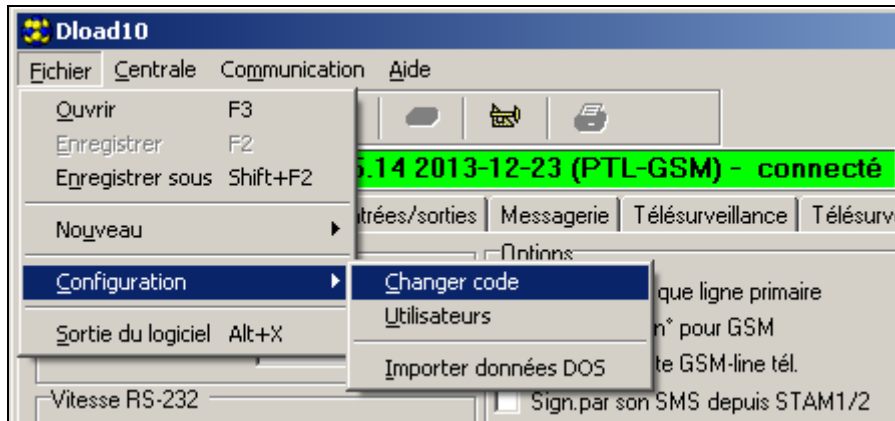

Fig. 16. Fonctions d'accès au programme DLOAD10.
1. Dans le menu « Fichier », sélectionner « Configuration », ensuite « Changer code » (voir : fig. 16).
Le programme permet d'obtenir l'accès sur la base de codes supplémentaires pouvant être programmés et pour lesquels le niveau d'autorisations peut être défini (dans le menu « Fichier », sélectionner « Configuration », ensuite « Utilisateurs » – voir : fig. 16).